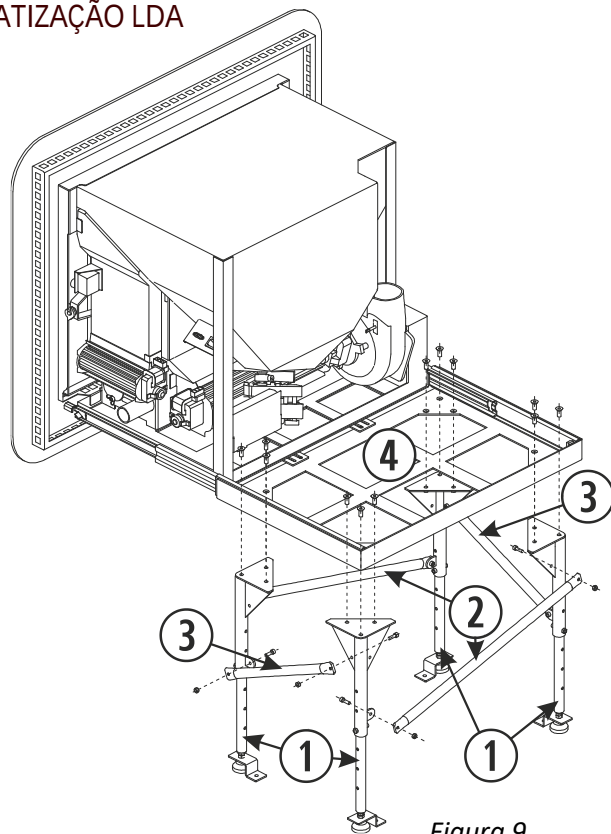

Figura 9
- 4.14.** Juntar 4 pés formando um rectângulo, com os reforços laterais e frontais, como indicado na *figura 9*.